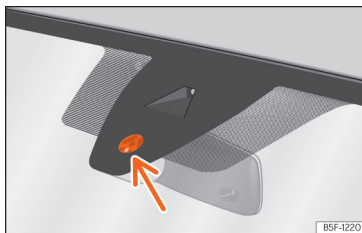

Abb. 108 Sensitive Fläche des Regensensors.
Mögliche Ursachen für Störungen und Fehlinterpretationen im Bereich der sensiblen Fläche » » **Abb. 108** des Regensensors sind u. a.:
- Sensitive Fläche des Regensensors » » **Abb. 108** regelmäßig reinigen und Scheibenwischerblätter auf Beschädigungen prüfen (Pfeil).